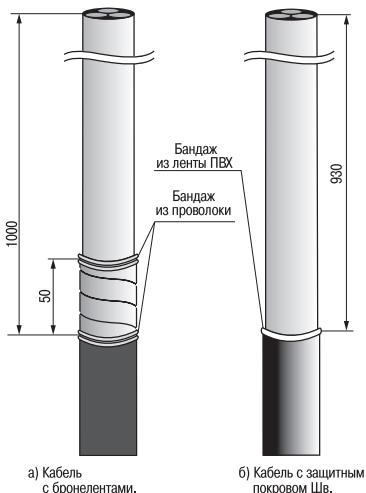

Рисунок 2
4.3 На расстоянии 50 мм от спре-за защитного покрова наложить поверх бронелент бандаж из 2–3 витков стальной оцинкованной проволоки (рисунок 2а).
4.5 Для кабеля с защитным покровом типа Шв выполнить продольный надрез от кольцевого надреза до конца кабеля и удалить шланг (рисунок 2б).